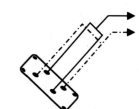

Fig. 1
- 1- O suporte de fixação tem dois níveis para a aplicação dos pedais originais (fig.1).